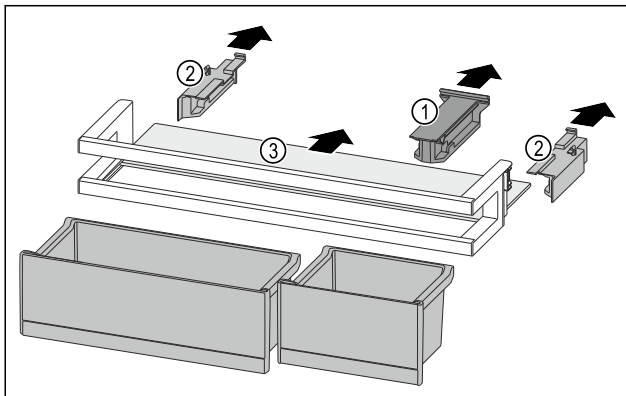

Fig. 88
- ▶ Stiahnite prídržný diel Fig. 88 (1).
- ▶ Stiahnite bočnice Fig. 88 (2).
- ▶ Odoberte odkladaciu plochu Fig. 88 (3).